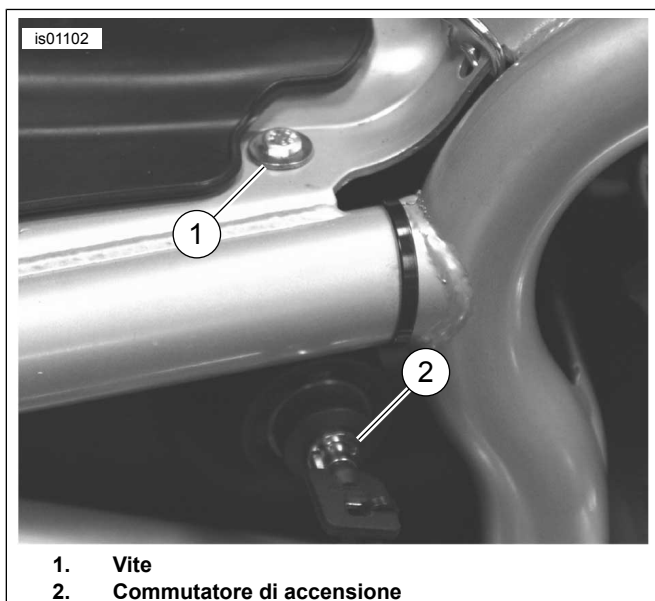

Figura 5. Collegamento di terra (modelli V-Rod 2006 ed anni precedenti)
1. Vedere Figura 5. Rimuovere la vite (1, sotto la sella) che fissa il commutatore di accensione (2) al lato destro del telaio.